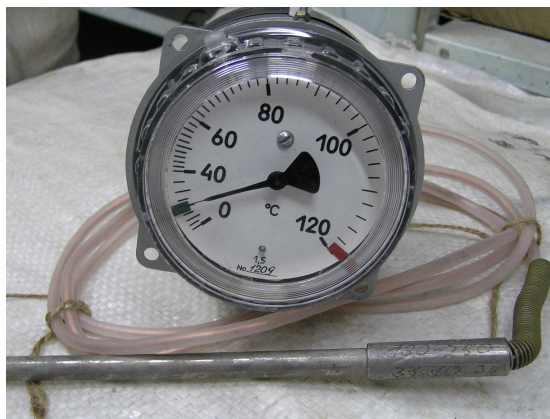

Рис. 5.2 Термометр электродный типа ТКП-100Эк-М1
5.2.1 Термометр электроконтактный типа ТКП-100Эк-М1 (рис. 5.2) с электрическими контактами для связи с внешними сигнализирующими устройствами располагается на крышке бака.